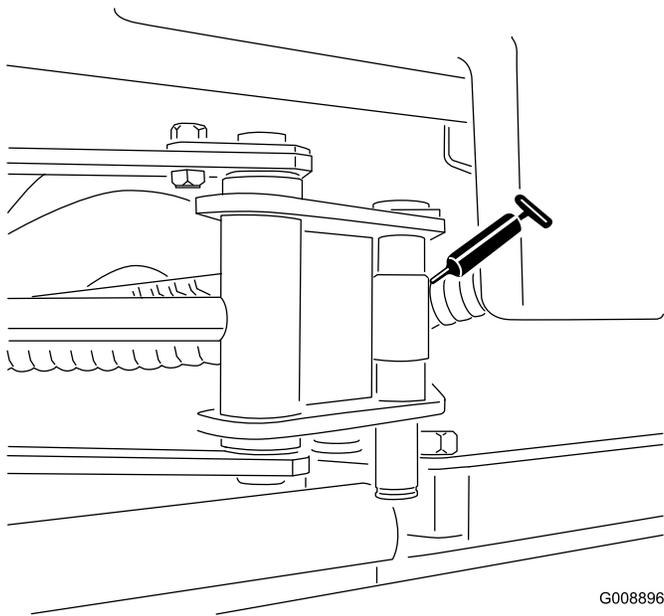

図 51
- サイドワインダーのシリンダ端部2ヶ所モデル 03171のみ 図 51